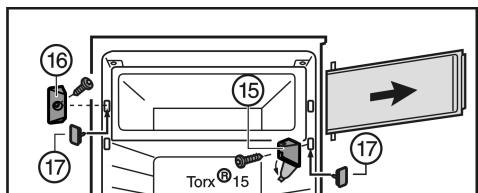

Fig. 6
- Pliegue la cubierta en el soporte de cojinete Fig. 6 (15).
- Desatornille el soporte de cojinete Fig. 6 (15) con la puerta del compartimiento.
- Desatornille la pieza de cierre Fig. 6 (16).
- Cierre los agujeros desocupados con los tapones Fig. 6 (17) adjuntos.